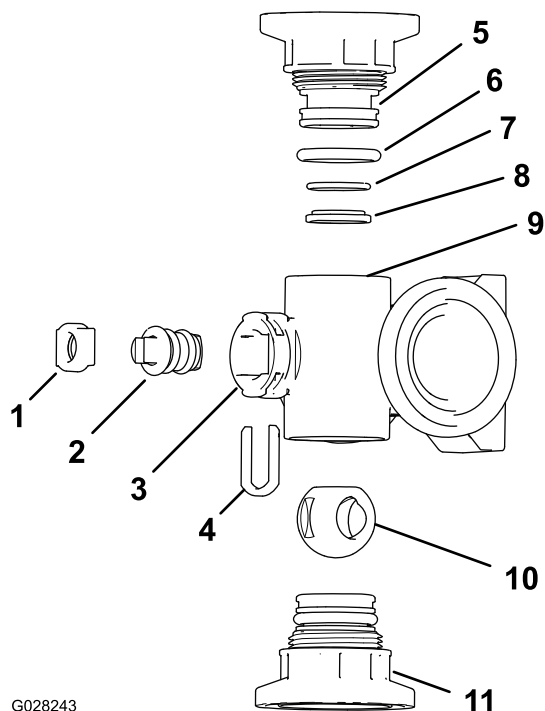

图 114
2. 从歧管体的两端拆下 2 个端盖接头组件图 114 和图 115。
4. 从歧管气门芯口的插槽中取下气门芯卡环 图 114 和 图 115。
5. 从歧管中取下气门芯卡环和气门芯座 图 114 和 图 115。
6. 将手伸入歧管体并取出阀杆组件 图 114 和 图 115。
1. 检查出口接头 O 形圈仅限喷洒臂段阀歧管、端盖 O 形圈、反向固定 O 形圈和球阀座是否损坏或磨损 图 114 和 图 115。
2. 向气门芯涂抹硅脂然后将其插入气门芯座 图 114 和 图 115。
3. 将阀杆插入歧管并放好然后使用阀杆卡环固定阀杆和阀杆座 图 114 和 图 115。
4. 确保反向固定 O 形圈和球阀座对齐并在端盖接头中放好 图 114 和 图 115。
5. 将端盖接头总成安装到歧管体上直至端盖接头凸缘接触到歧管体 图 114 和 图 115 然后再将端盖接头旋转 $\frac{1}{8}$ 圈。